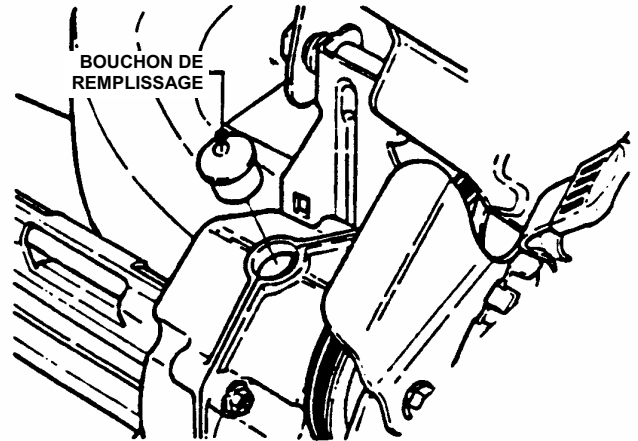

FIGURE 3.2
2. Si vous NE VOYEZ PAS d'huile sur le pignon d'entrée (le petit pignon en dessous du trou de remplissage), ajoutez de l'huile Snapper 00 jusqu'à recouvrir le pignon. Voir figure 3.2.